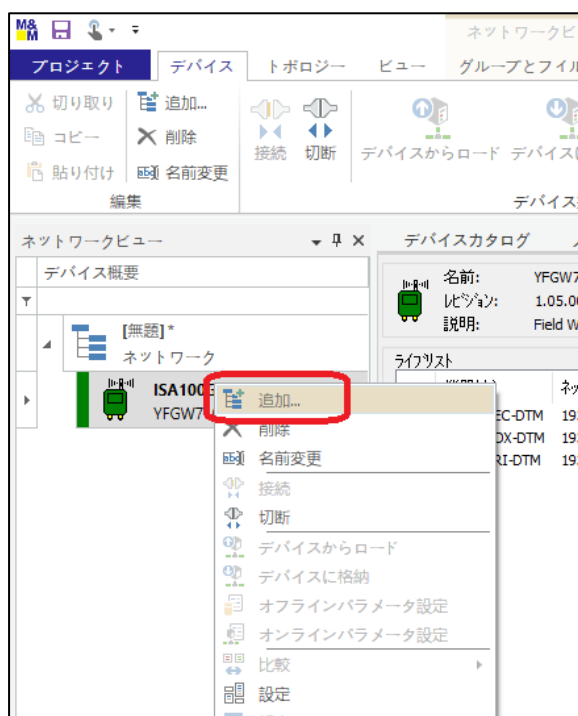

図 5-44 追加メニューの選択
- ⑥ 次に SDWL-1 の DTM を起動します。メイン画面左のツリーメニュー⇒ISA100GW を右クリックし、「追加」を選択します。(図 5-44)